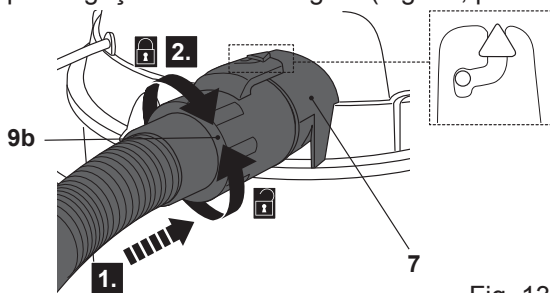

Fig. 13
- > Alinhe a seta no conector da mangueira (9b) com o marcador na abertura exterior da saída de ar (7) e deslize o conector da mangueira para a saída de ar (Fig. 13, passo 1).
- > Rode o conector da mangueira (9b) no sentido dos ponteiros do relógio e certifique-se de que a ligação está bem segura (Fig. 13, passo 2).